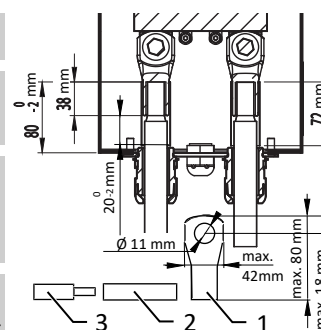

Abb. 20: DC-Leitung konfigurieren
- ↻ **WARNUNG! Kurzschlussgefahr durch fehlerhafte Dimensionierung des Kabelschuhs! Für die Auswahl die Abmessungen beachten.** [Siehe Abbildung 20] [▶ Seite 54]